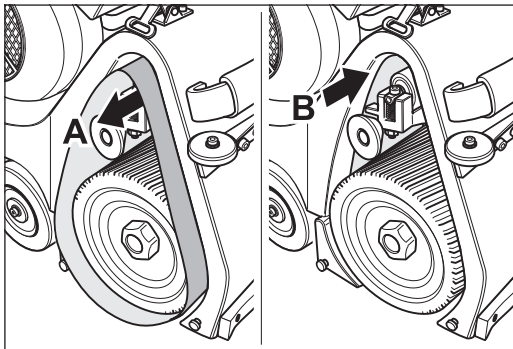
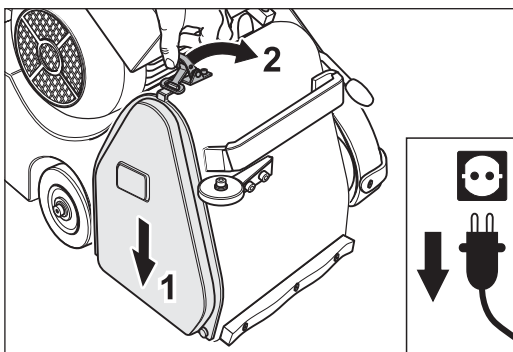

Abb. 79 Verläuft das Schleifband in Richtung **A** oder **B**, muss das Aggregat nachjustiert werden.
Abb. 80 Nach erfolgreicher Überprüfung und Einstellung des Schleifbandlaufs das Abdeckblech wieder anbringen.
- 5 Wenn das Schleifband entweder nach vorne (Richtung **A** in Abb. 79) oder nach hinten (Richtung **B** in Abb. 79) verläuft, ist eine Nachjustierung des Aggregats notwendig (→ *Abschnitt 7.3.2, Einstellung des Schleifbandlaufs*). Wenn das Schleifband nicht auf der Spannwalze verläuft, bringen Sie das Abdeckblech wieder an (Abb. 80).
Verläuft das Schleifband (Richtung **A** oder **B** in Abb. 79), muss es umgedreht werden und ein nochmaliger Testlauf erfolgen.
Läuft das Schleifband nach vorne (Richtung **A** in Abb. 79) und nach dem Umdrehen nach hinten (Richtung **B** in Abb. 79) oder umgekehrt, ist das Schleifband von schlechter Qualität und kann **nicht verwendet werden** (die Hülse ist konisch)!
- 9** Bringen Sie nach der erfolgreichen Einstellung des Schleifbandlaufs das Abdeckblech wieder an (Abb. 80).